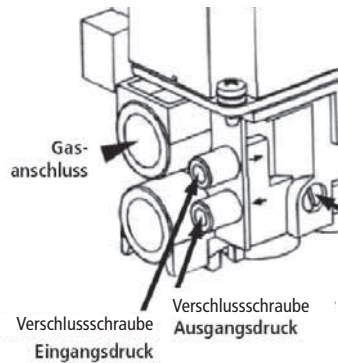

Abb. 2.14 Gasregler, Anschluss an die Gasversorgung
(1) Eingangsdruckmessung (Versorgungsdruck bzw. Vordruck)
- b) Eingangsdruckmesspunkt öffnen durch Lösen der Verschlusschraube (s. Abb. 2.14)
(2) Ausgangsdruck (Brennerdruck)
- b) Ausgangsdruckmesspunkt öffnen durch Lösen der Verschlusschraube (s. Abb. 2.14)
- b) Scheitholzimitat in vorgesehener Reihenfolge und Anordnung auf das Brennergranulat auf der Flächenbrenner (E, siehe Abb. 2.10) legen (siehe Abb. 2.14).